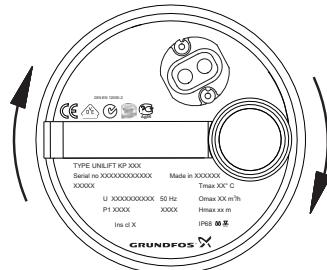

Fig. 9 Rotationsriktning
3. Observera pumpen när den startar. Om pumpen rycker till medurs (se fig. 9) är motorns rotationsriktning korrekt. Om motor rycker till moturs ska två faser i spänningssmatningen byta plats.